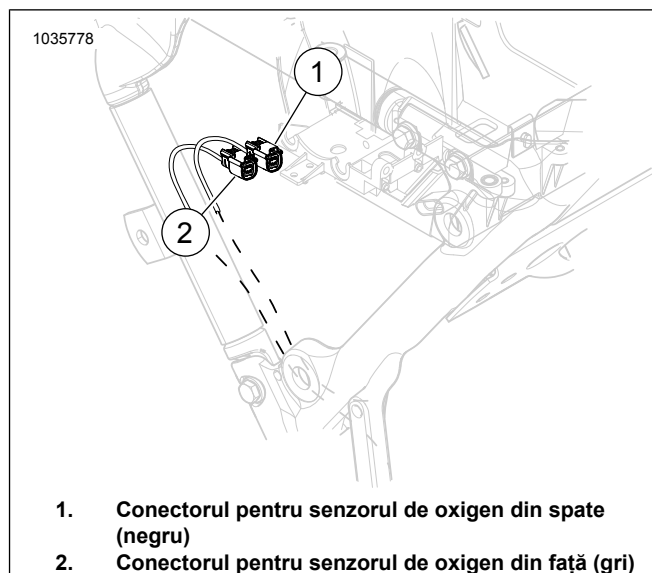

Figura 10. Locația senzorului de oxigen din spate și din față
Consultați Figura 10. Deconectați conectorii pentru senzorii de oxigen din față (2) și din spate (1).